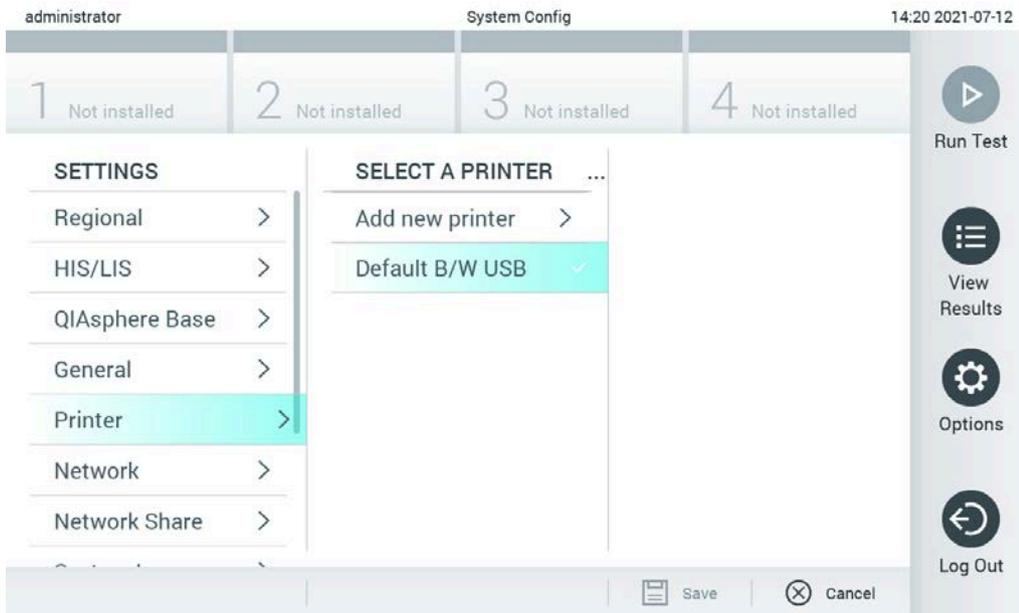

Figure 99. Installation de l'imprimante avec le pilote par défaut
2. Sélectionnez l'imprimante par défaut appelée Default B/W USB (Figure 99)